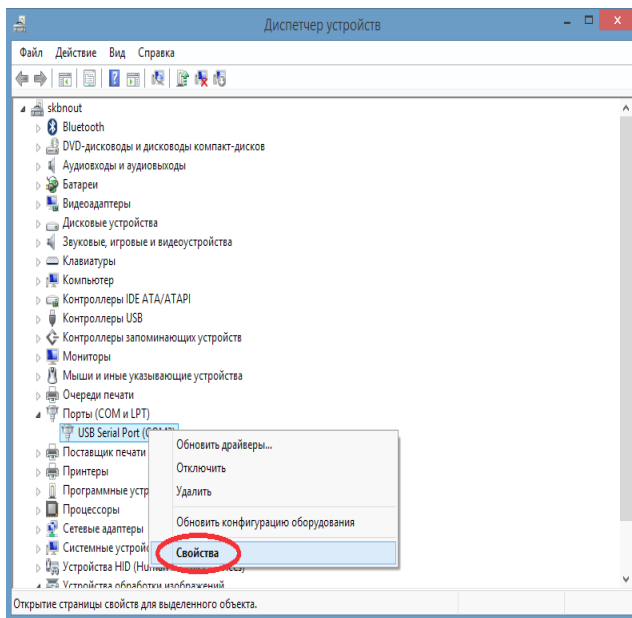
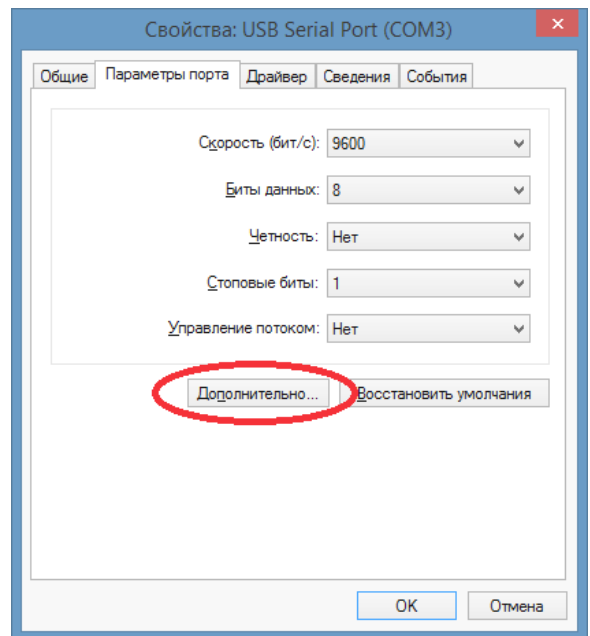

Рисунок 7
Рисунок 8
3) в открывшемся окне в дереве «Диспетчера устройств» развернуть ветку «Порты (COM и LPT)»; на названии порта, соответствующего переходнику USB/PM, щелкнуть правой кнопкой мыши и выбрать пункт «Свойства» (рисунок 7). В открывшемся окне свойств на вкладке «Параметры порта» нажать кнопку «Дополнительно...» (рисунок 8);